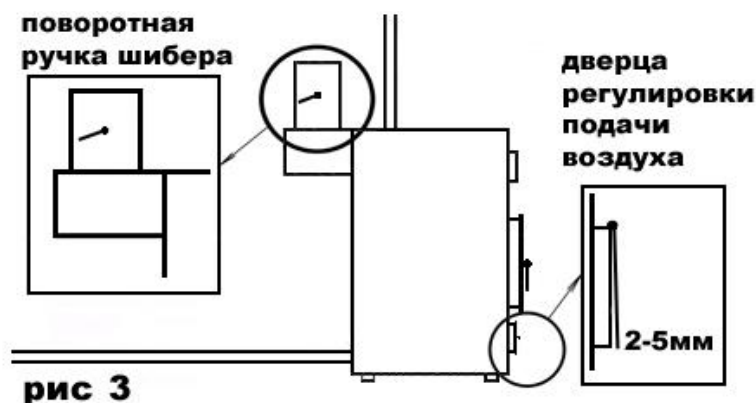

Рис. 3
9. – после того как воздух в отапливаемом помещении нагреется, прикройте дверцу регулировки подачи воздуха, оставив воздушный зазор примерно – 3-5мм (рис. 3), закройте на половину заслонку в дымоотводящем патрубке (если шибер шторный – то выдвинуть его до риски на шторке). Таким образом, будет обеспечена правильная работа котла и соответственно максимально эффективный, экономичный, комфортный режим работы, не требующий дополнительной регулировки, до тех пор, пока в топке не останется топлива менее десятой части от полной загрузки,
12. - если вы доложите больше топлива, чем находится в топке, более чем в три раза, то необходимо приоткрыть дверцу регулировки подачи воздуха под 30-45° относительно вертикали (рис 1), буквально на 5-10 минут, пока не начнет тлеть вновь заложное топливо (чем влажнее топливо - тем дольше), после чего необходимо вернуть дверцу регулировки подачи воздуха в положение 3-5мм зазора (рис. 3),